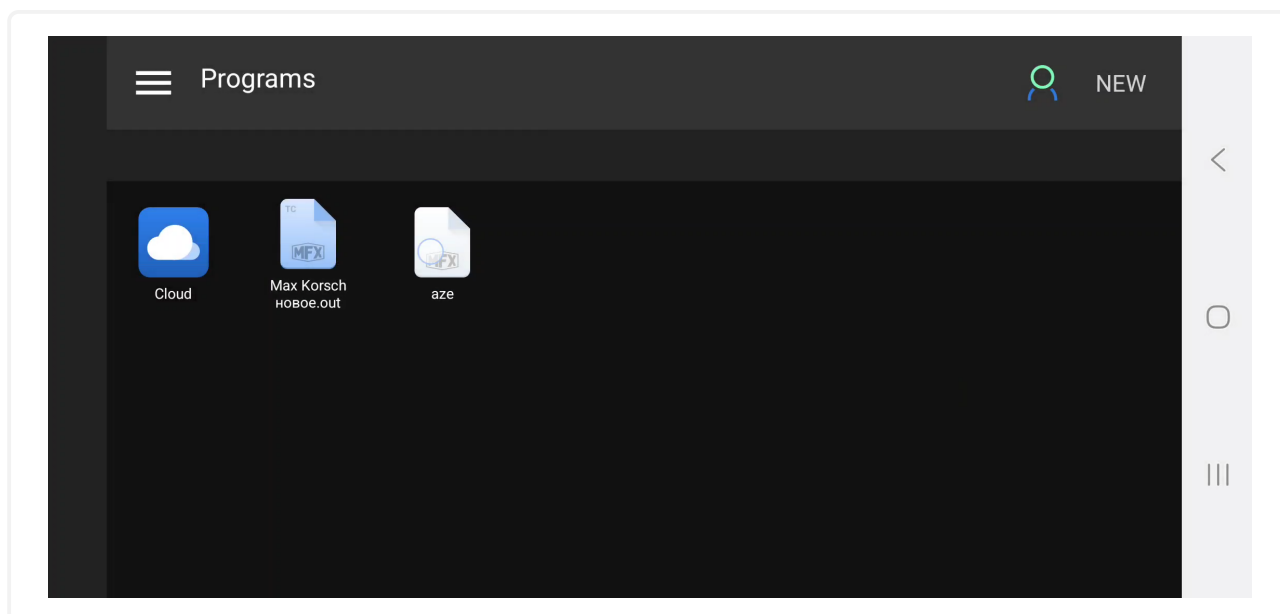
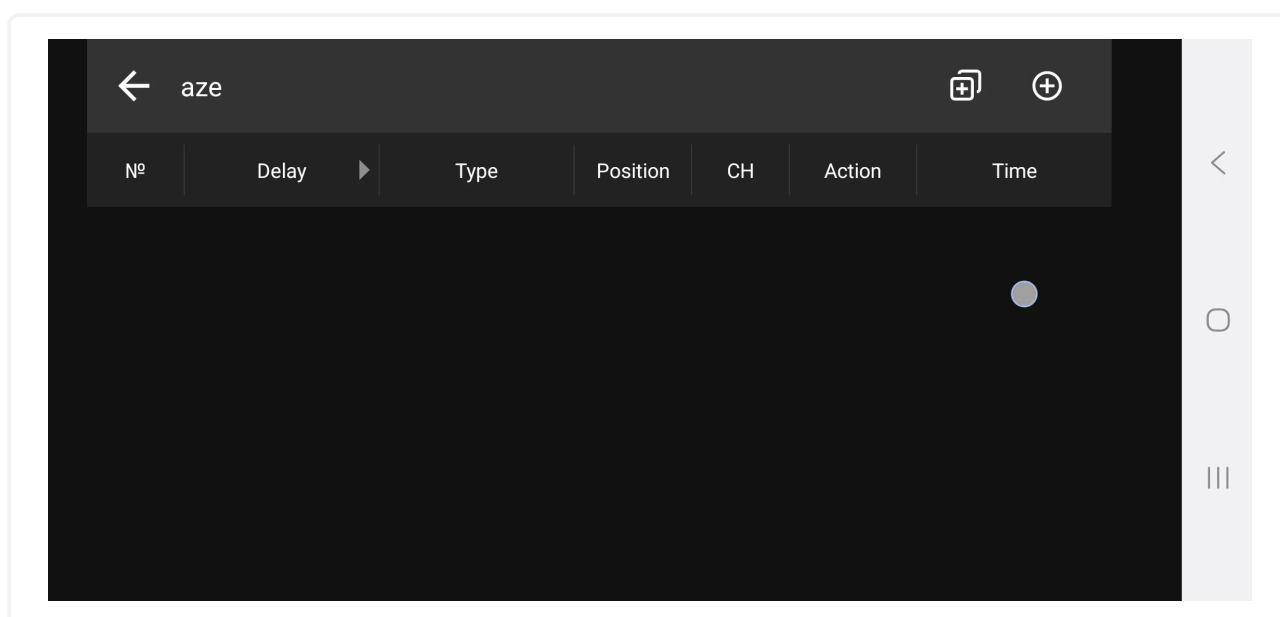

Рис. 74: Экран раздела Programs с новым файлом aze
Рис. 75: Экран открытого для редактирования пустого файла aze
5. Нажмите на иконку файла рис.74 и перейдите в режим редактирования см. рис. 75